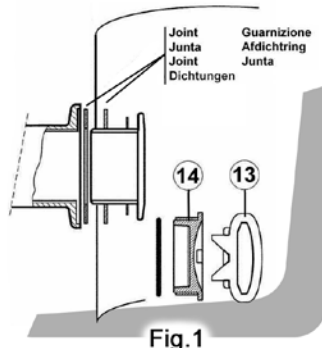

Fig.1
Avant d'installer le Skimmer, la piscine devra avoir été placée de façon à ce que la découpe prévue pour le montage du Skimmer soit placée face aux vents dominants (voir Fig. 1), afin que ceux-ci facilement le mouvement de la saleté déposée à la surface de la piscine vers la goulotte du Skimmer hors-bord.
4.1.1. PRÉFIXATION DE LA BUSE DE RETOUR DU SKIMMER À DOS (Fig. 1)
Introduire l'anneau de friction et un des joints (Fig. 1) dans la buse de retour.
Depuis l'extérieur de la piscine, introduire l'autre joint (Fig. 1) sur la partie filetée de la buse de retour qui dépasse.
Visser fermement la buse de retour contre le corps du Skimmer à dos à l'aide de la clé (N° 13 Fig. 1).